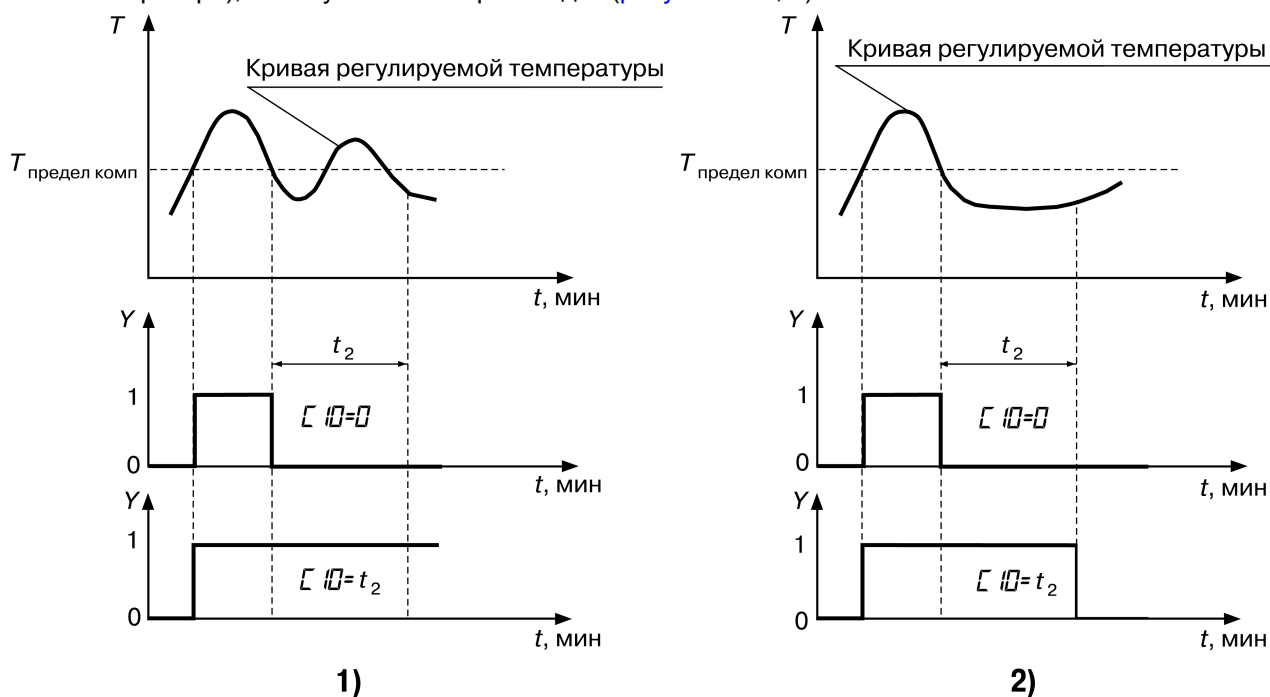

Рисунок 7.22 – Задержка отпускания компаратора: 1) компаратор «не отпустил» 2) компаратор «отпустил»
- если время нахождения управляемой величины ниже установленного предела после срабатывания компаратора меньше t_2 (установленного времени задержки отпускания компаратора), то отпускания не происходит (рисунок 7.22, 1);
- если время нахождения управляемой величины ниже установленного предела после срабатывания компаратора больше t_2 (установленного времени задержки отпускания компаратора), то отпускания происходит (рисунок 7.22, 2).